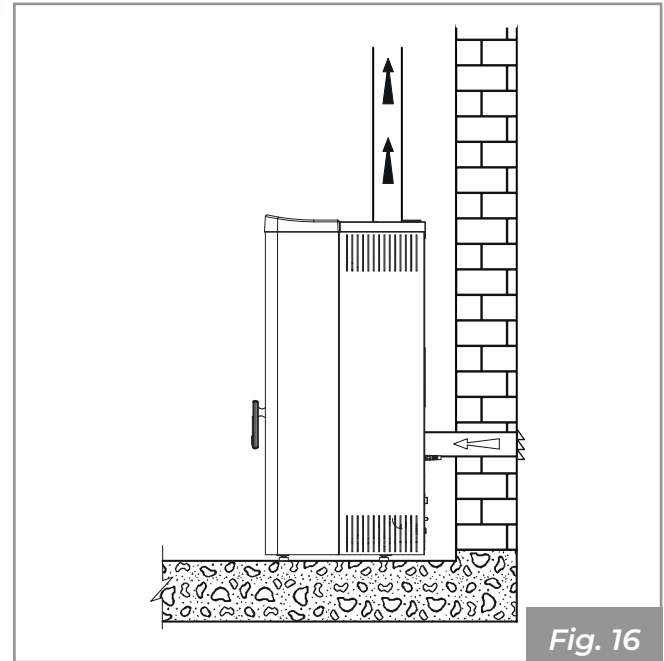
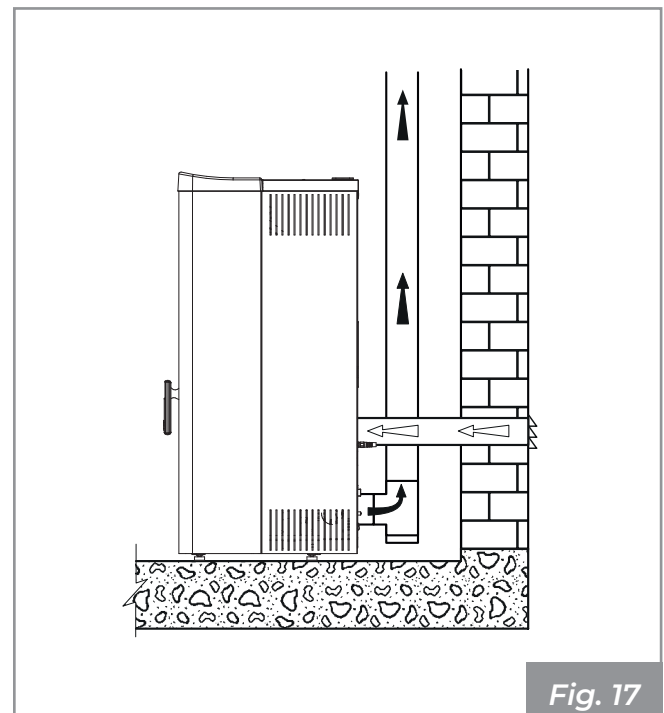

Fig. 16
Fig. 17
- relier l'entrée d'air de combustion de l'appareil à la prise d'air avec un conduit approprié (**Fig. 16 - Fig. 17**).